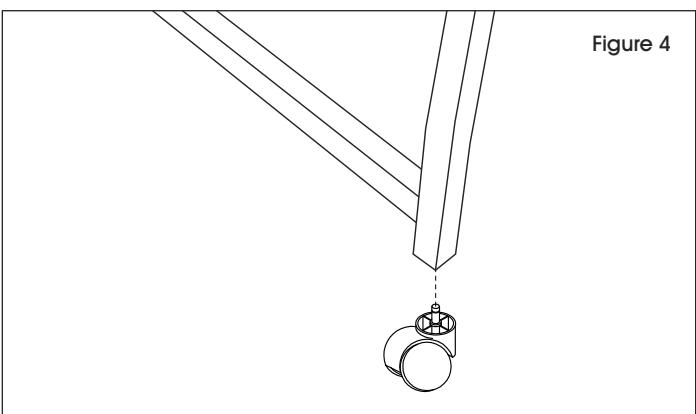

Figure 4
5. Insérez les roulettes dans les trous percés d'avance du dessous du cadre en A. Installez les deux roulettes avec frein du même côté de l'unité, une sur chaque cadre en A. (Voir Figure 4)